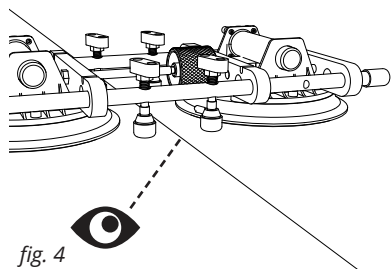

fig. 4
15. Verifique que la costura esté nivelada. (ver fig. 4)